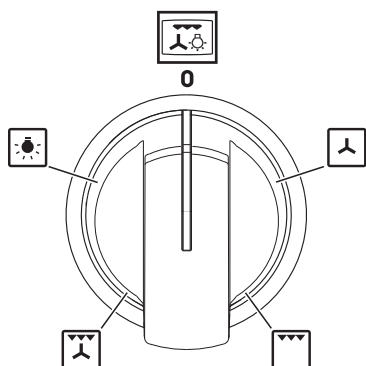

Fig. 4.4
- un selettore funzioni (fig. 4.4) per impostare la funzione desiderata;